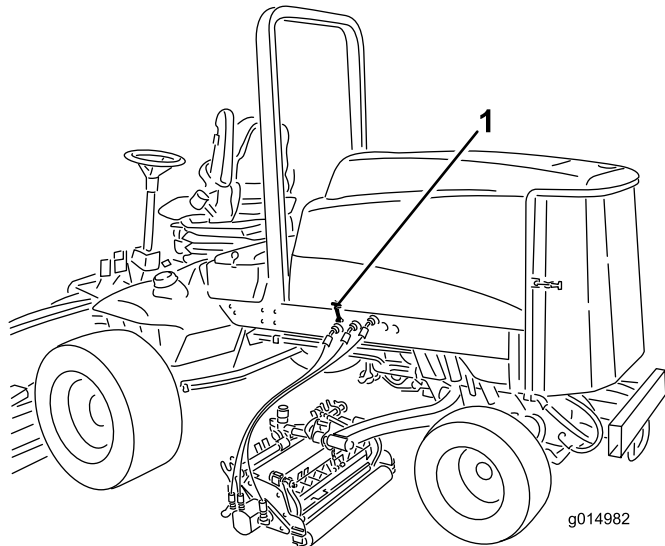

Figure 46
1. Déverrouillez le capot (Figure 46) et faites-le pivoter pour l'ouvrir.